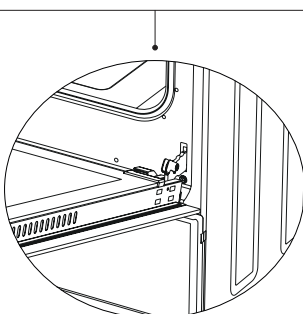

Figura 20.2
2. Abra a dobradiça o mais possível, conforme ilustrado na figura 20.2. Colocar as duas dobradiças que ligam a câmara de cozimento à porta na mesma posição.